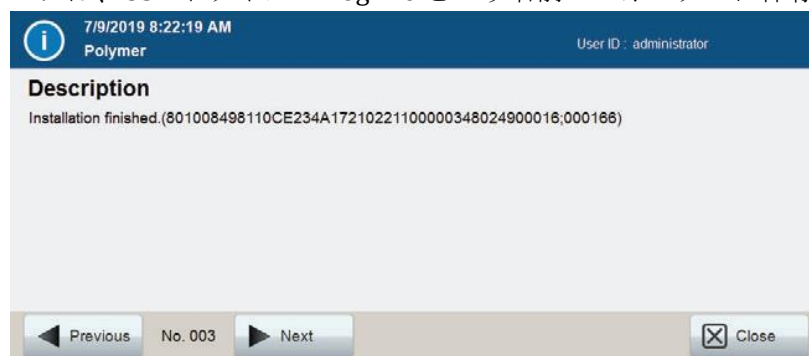

図 114 Consumable Detail 画面
- リストで特定の消耗品ログを選択し、画面下の **Details**（消耗品ログを選択するとアクティブになります）を選択すると、選択したログの詳細（図 114）を確認できます。